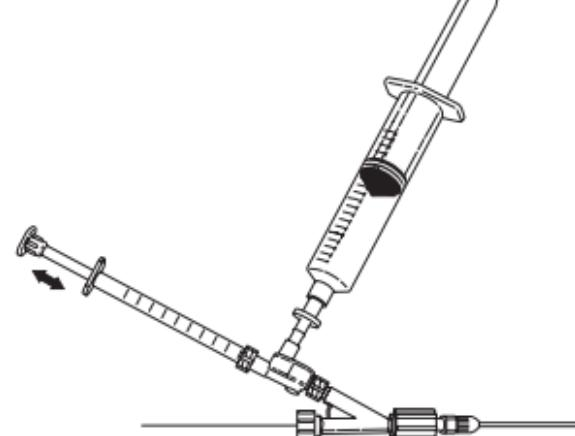

Fig. 8
- Para infundir la solución, tome la dosis deseada con la jeringa de 1 mL e inyéctela. Vuelva a cargar la jeringa de 1 mL y repita la técnica de infusión según sea necesario. (**Fig. 8**)